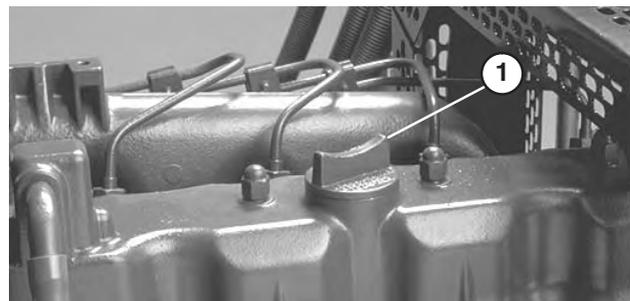

Figure 4
4. Si le niveau d'huile est en-dessous du repère maximum, enlevez le bouchon de remplissage (Fig. 4) et faites l'appoint d'huile jusqu'à ce que le niveau correct soit atteint. NE REMPLISSEZ PAS EXCESSIVEMENT.